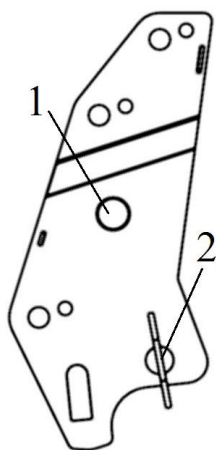

Рисунок 9 – Стойка:
Стойка (см. рис. 9) представляет собой сварную конструкцию, состоящую из двух кронштейнов и соединенные между собой бобышкой поз. 1, при помощи которой фиксируется подъемное устройство на панель навески. Фиксатор поз. 2 предназначен для жесткой фиксации навесного и подъемного устройства.
- 4) работа агрегата с незафиксированной чекой фиксатором (см. рис. 9 поз. 2);
Ввести в зацепление бобышку стойки поз. 1 с пазом на панели навески в соответствии с рисунком 2б, и зафиксировать при помощи фиксатора поз. 2 на рис. 9. Фиксатор зашплинтовать.